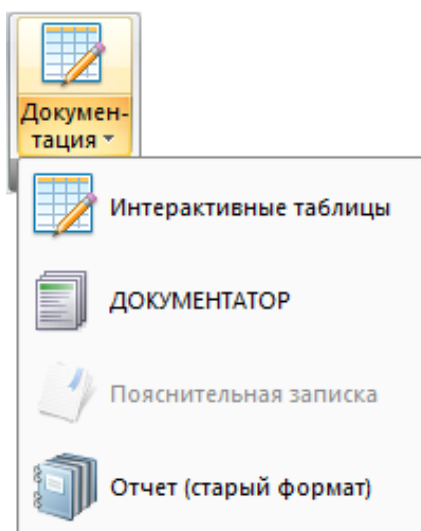

Рис. 63. Раскрывающийся список **Документация**
**Документация** (рис.63) – раскрывающийся список с заменой, который содержит операции для формирования документации по текущей задаче, таблиц по исходным данным, создание и компоновка чертежей, формирование отчета или пояснительной записки.
Панель **Инструменты** (рис. 63) содержит следующие команды: